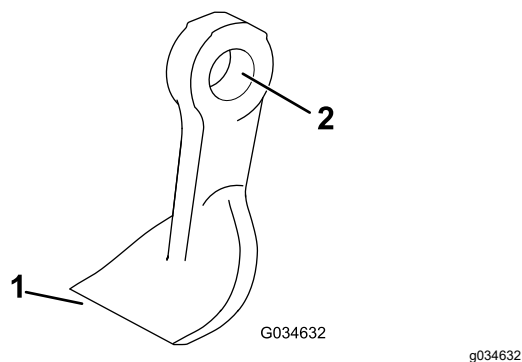

图 9
4. 检查每个刀片是否受损特别留意紧固件、刀刃和安装孔图 9。更换所有受损的刀片和紧固件。